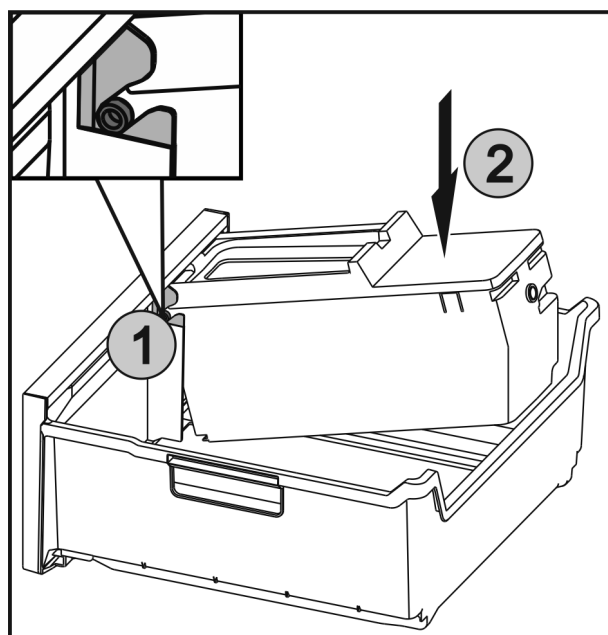

Fig. 54
- ▶ 将 EasyTwist-Ice 上的轴 Fig. 54 (1) 推入导轨并按下后侧 Fig. 54 (2)，直到卡舌卡入。